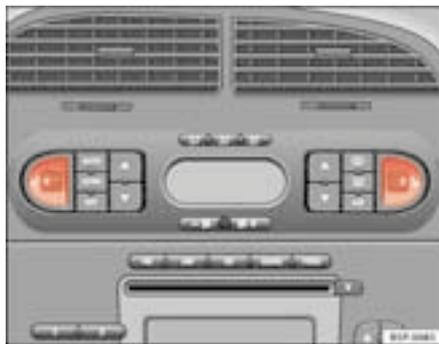

Fig. 94 Rodas recartilhadas do aquecimento dos bancos dianteiros
- Rodar a respectiva roda recartilhada ⇒ **fig. 94** para ligar o aquecimento do banco. Na posição de base **0** o aquecimento do banco está desligado.